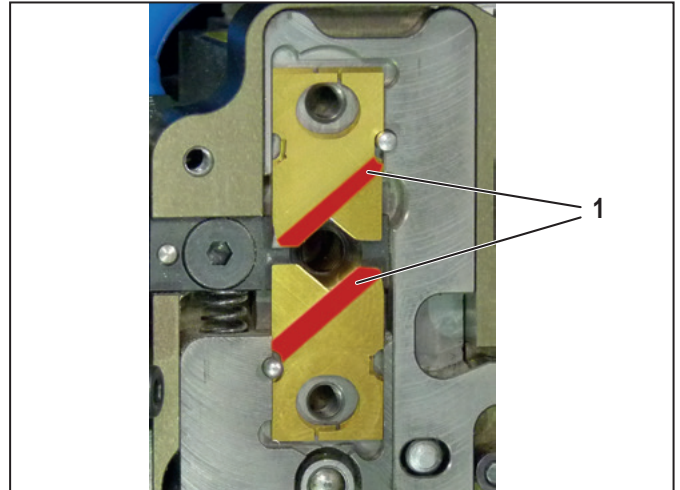

Figure 8.2 Insertion des lames
- ▶ Monter chaque paire de lames de manière à ce que les bords biseautés soient orientés vers l'extérieur (repères rouges sur la figure 8.2).